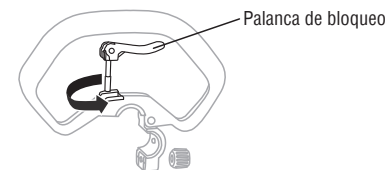

Fig. 2A
1. Desenrosque la palanca de bloqueo del mango de auxiliar delantero. (Fig.2A)